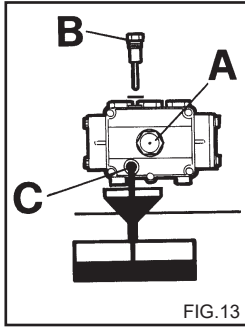

FIG. 13
- 2) Desatarraxe a tampa com a vareta de controlo do nível (fig. 13).